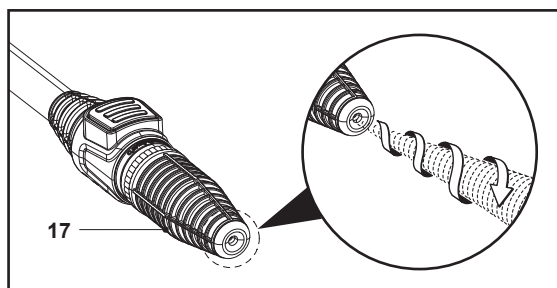

Fig. 10
La busse turbo (17) tourne pendant qu'elle pulvérise des jets d'eau à haute pression pour un lavage efficace (Fig. 10).